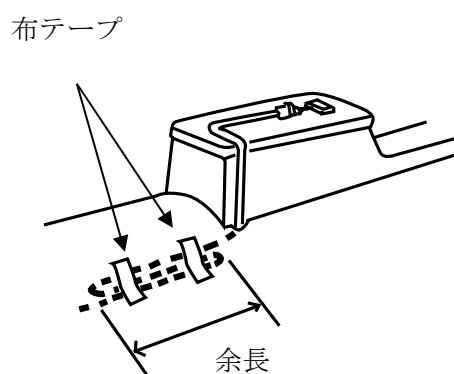

図10-5
⑤将来受話器取付位置を変更する場合に対処するため、センターコンソール付近の敷物下部に500mm程の余長を残し、布テープで止める。(図10-5)